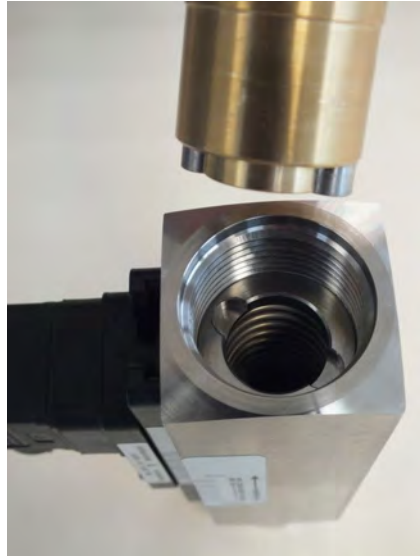

Abb. 45: Eindrehwerkzeug-Gewindering einführen (Ausgang)
8. Das Eindrehwerkzeug-Gewindering in den Geräteausgang einführen (Abb. 45) und drehen bis es in die Mitnehmer-Nut des Gewinderinges einrastet